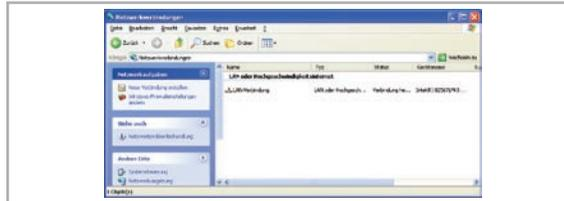

Abbildung 114
- Es sollte sich ein Fenster öffnen, ähnlich Abb. 114